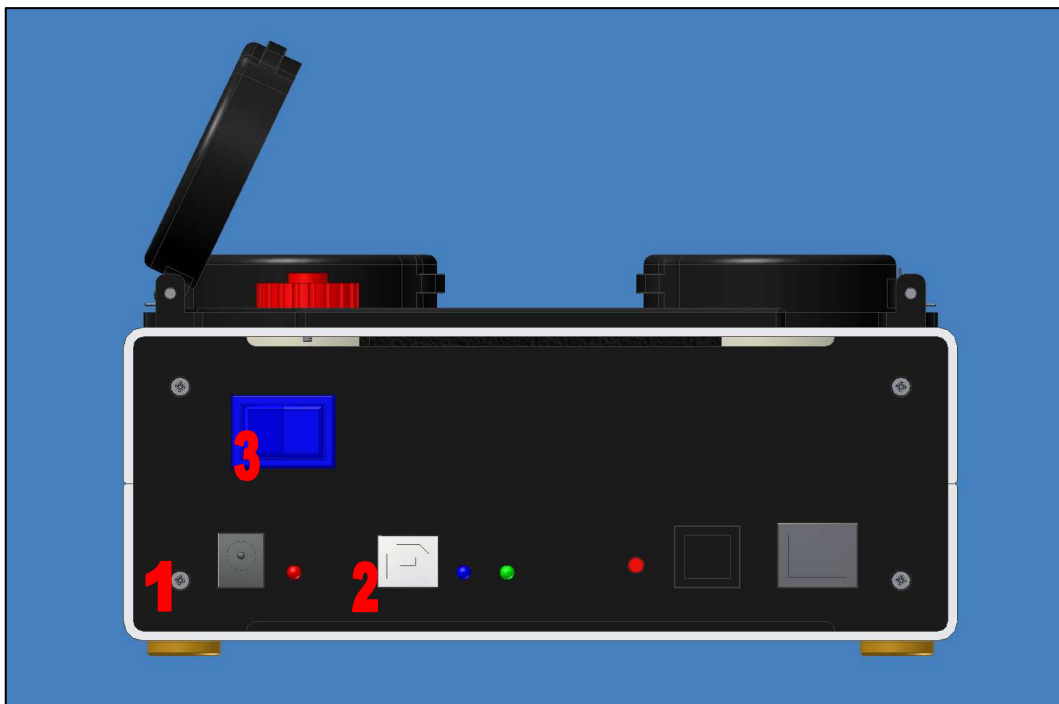

Fig. 1. MBS-MR – Pannello frontale: (1) Connettore di alimentazione, (2) Connettore USB, (3) Interruttore di accensione
- Connettere lo spinotto di uscita dell'alimentatore al connettore di alimentazione dell'MBS-MR (fig. 1), **senza accendere il dispositivo**;
- Collegare un'estremità del cavo USB fornito ad una porta USB libera del computer e l'altra estremità al connettore USB dell'MBS-MR (fig. 1).
- Accendere l'MBS-MR utilizzando l'interruttore di accensione (fig. 1);